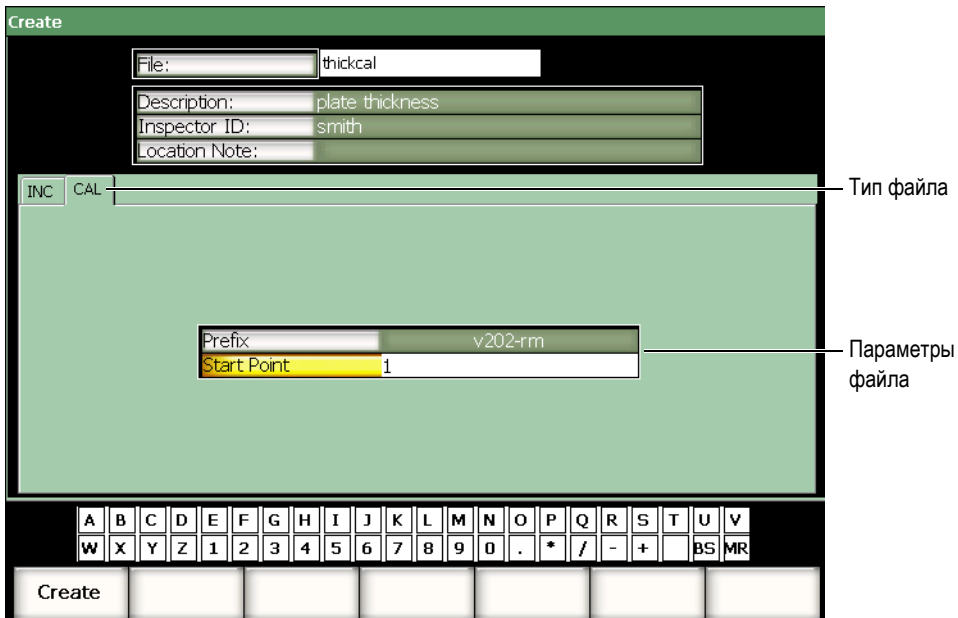

Рис. 10-1 Страница настройки Create
1. Откройте страницу настройки **Create** через меню **5/5 > Files > Create** (см. Рис. 10-1 на стр. 180).
4. Выберите закладку с нужным типом файла (на примере на Рис. 10-1 на стр. 180 это **CAL**). Дополнительную информацию о типах файлов вы найдёте в разделе 10.3.6 на стр. 187.